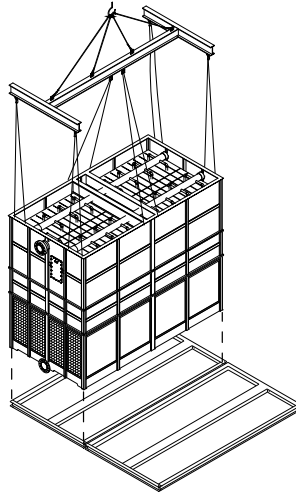
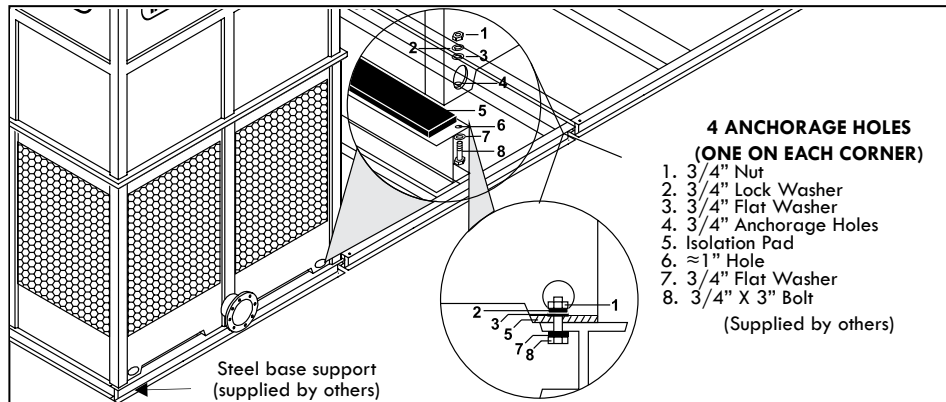

Figura A-114: Levantamiento e instalación de la sección M1A de una torre RTGMTC.
Figura A-115: Anclaje típico de una torre modular (RTGMTC).
P. Una vez ensambladas la cisterna y cuerpo M1A, proceda a levantarla usando una grúa y una barra separadora para colocarla sobre la superficie de aislamiento y la base de acero (ver Figura A-114). Atornille con la tornillería de acero inoxidable (NO suministrada por REYMSA, ver Figura A-115).